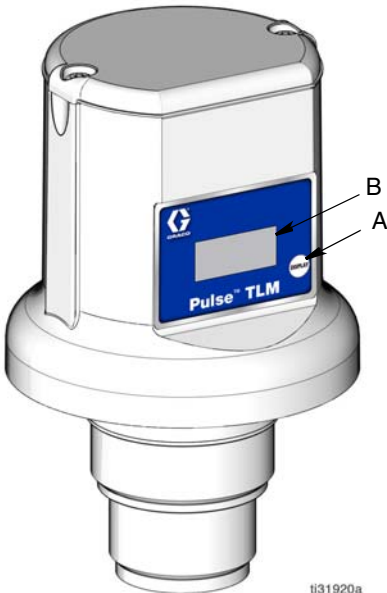

FIG. 6
Tenere premuto e rilasciare il pulsante "Display" (A). I dati vengono visualizzati sul display (B) (FIG. 6); ogni schermata viene visualizzata per alcuni secondi prima di passare a quella successiva.
Dopo aver riempito un serbatoio da un distributore di olio oppure dopo aver svuotato un serbatoio di olio usato presso un'azienda autorizzata per lo smaltimento, premere il pulsante "Display" (A) (FIG. 6) sul TLM per assicurare che questo mantenga lo stato del volume del serbatoio più aggiornato.